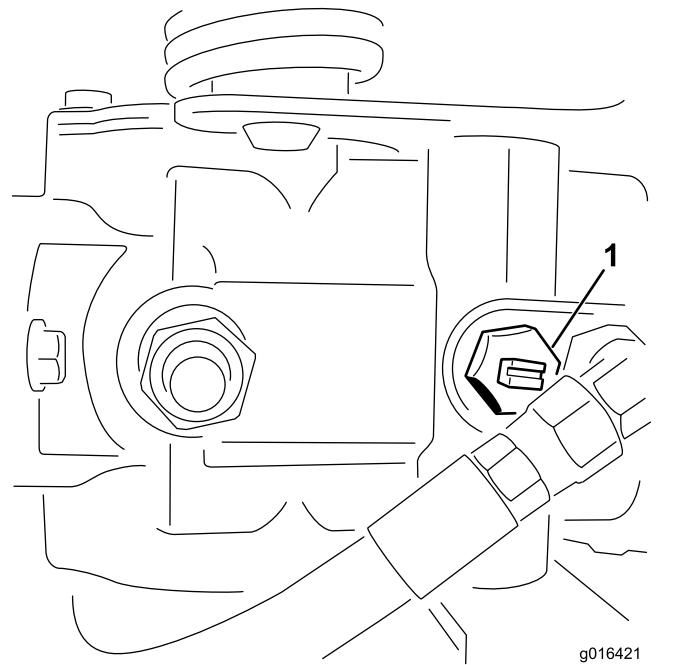

Figura 26
- Localice la válvula de desvío en la bomba y gírela en sentido antihorario dos vueltas completas (Figura 26).
- Antes de arrancar el motor, cierre la válvula de desvío girándola en sentido horario dos vueltas completas (Figura 26).